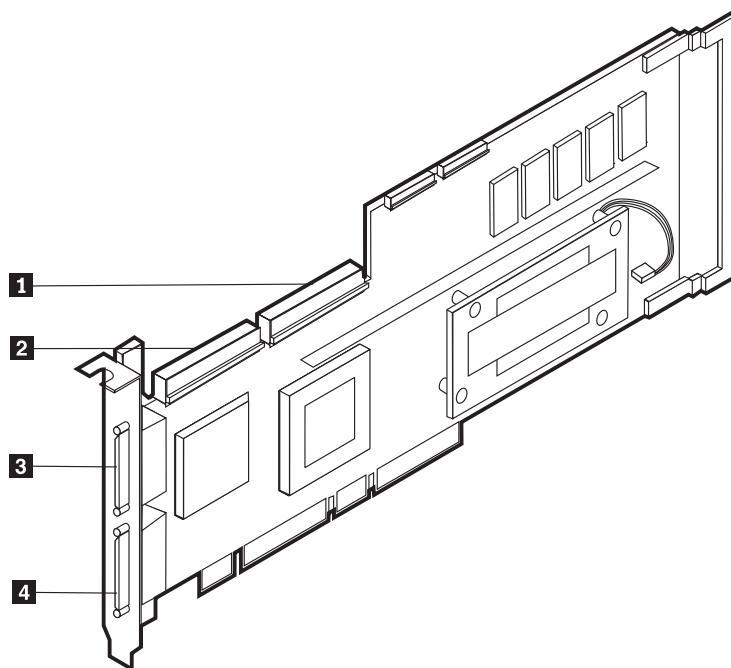

図 120. ServeRAID-4Mx コントローラー
1. 68 ピン超高密度コネクタ・インターフェース (VHDCI) SCSI ケーブルの一方の端を、1 次または 2 次 ServeRAID コントローラー上の外部チャンネル・コネクタ (IBM Netfinity 3-Pack Ultra320 ホット・スワップ拡張キットが未インストールの場合はチャンネル 2、IBM Netfinity 3-Pack Ultra320 ホット・スワップ拡張キットがインストール済みの場合は、2 次 ServeRAID-4Mx 上のチャンネル 1 または 2) に接続します。(チャンネル・コネクタの位置については、210 ページの図 120 を参照。)